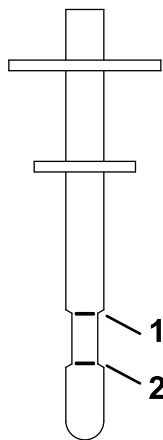

Figura 67
7. Posizionate l'asta di livello nel collo del bocchettone di riempimento, quindi estraetela e controllate il livello del fluido (Figura 67).